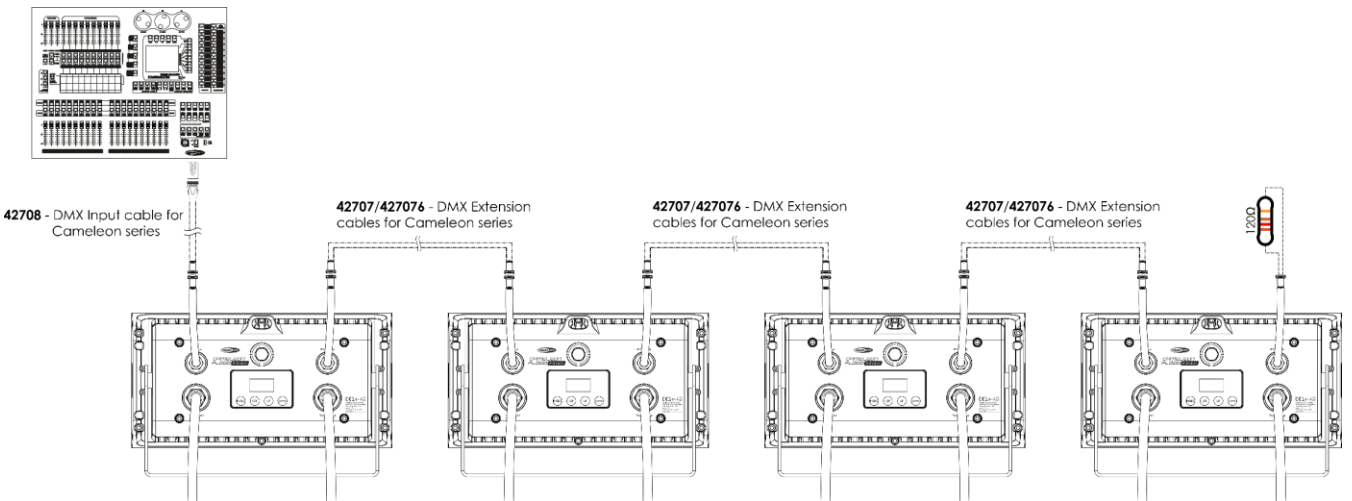

Abb. 04
- 04) Verbinden Sie die Geräte wie in Abb. 04 abgebildet. Verbinden Sie einen Lichtcontroller mit dem DMX-Eingang des ersten Geräts. Verwenden Sie dafür das 42708 – DMX-Eingangskabel. Verbinden Sie den Ausgang des ersten Geräts mit dem Eingang des zweiten Geräts. Verwenden Sie dafür das 42707/427076 – DMX-Verlängerungskabel. Verbinden Sie ebenfalls das zweite und dritte Gerät und verwenden Sie dafür das 42707/427076 – DMX-Verlängerungskabel.